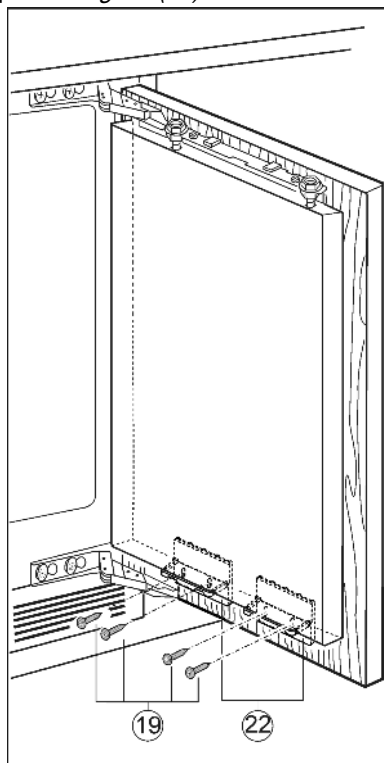

Fig. 19
- ▶ Скрепите вместе дверцу устройства и мебельную дверцу винтами Fig. 19 (19) при помощи крепежного уголка Fig. 19 (22).